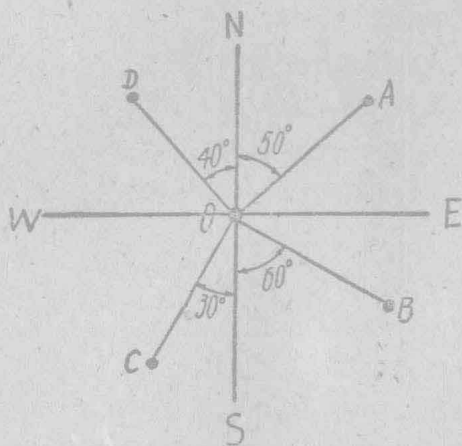

图2 方向角示意图
(3) 方向角：真子午綫与任一方向綫之間的銳角叫做方向角。方向角是由真子午綫起沿順时針或反时針方向量取。是从子午綫之北(N)端或南(S)端起算，其度数是从小0°增加到90°，而不能超过90°。如图2，OA的方向角为北偏东50°；OB为南偏东50°；OC为南偏西30°；OD为北偏西40°。